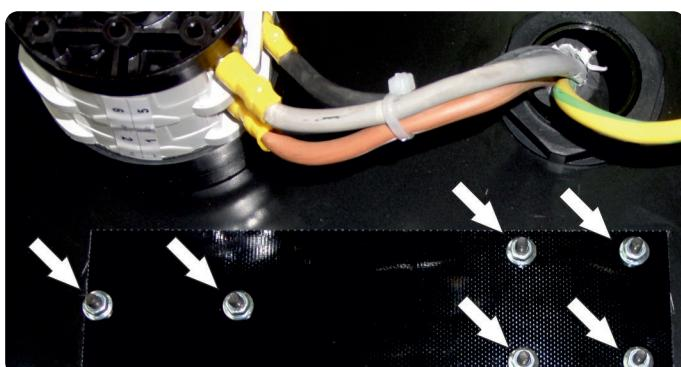

Fig. 3
- ◆ Rimuovere la piastra posta sul pannello posteriore e fissata ad esso con 6 viti M3 e relativi dadi indicati in Fig.3